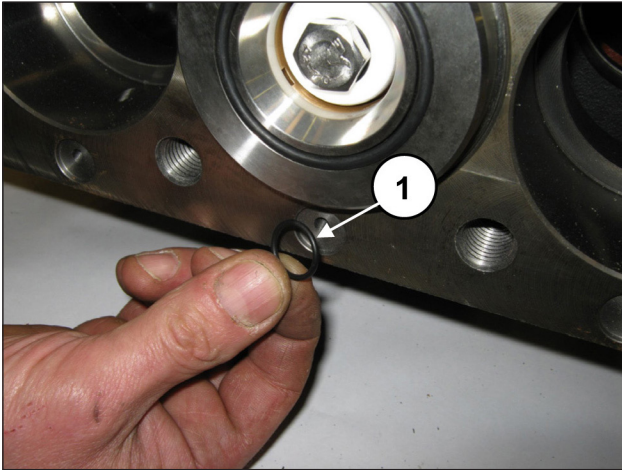

Fig. 134
Aplique os 6 O-ring dianteiros do cárter da bomba (pos. ①, Fig. 134).